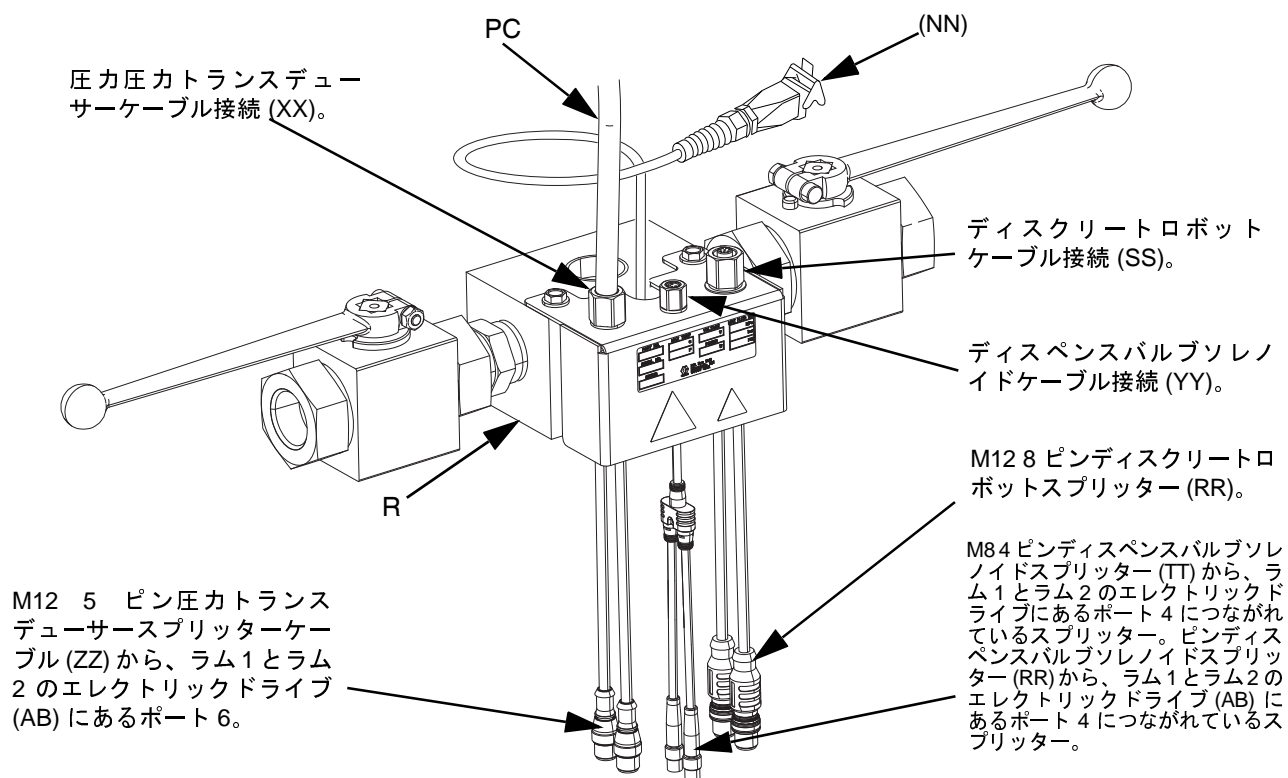

図 22
1. シングル iQ ラム供給システムを使用している場合、圧カトランスデューサーケーブル (PC) を、ディスペンサルブ (B) から電気リックドライバー (AB) のポート 6 に接続してください。シングルラムの電気リックドライバー通信接続、16 ページを参照してください。
- a. 圧カトランスデューサーケーブル (PC) をディスペンサルブ (B) からタンデムブロックバルブ圧カトランスデューサープリッターへ接続してください。図 22 を参照してください。
- b. タンデムブロック (R) の M12 5 ピン圧カトランスデューサープリッターケーブル (ZZ) のオスの端を、ラム 1 の電気リックドライバー (AB) のポート 6 に接続してください。2 つ目のオスの端は、ラム 2 のポート 6 へつながれます。タンデムラムのタンデムラム、17 ページを参照してください。